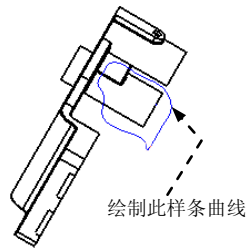

图 8.1.17 绘制剖视图的边界线
② 在系统 **在当前视图上草绘样条来定义外部边界**。的提示下，直接绘制图 8.1.17 所示的样条曲线来定义部分视图的边界，单击“绘图视图”对话框中的 **应用** 按钮。